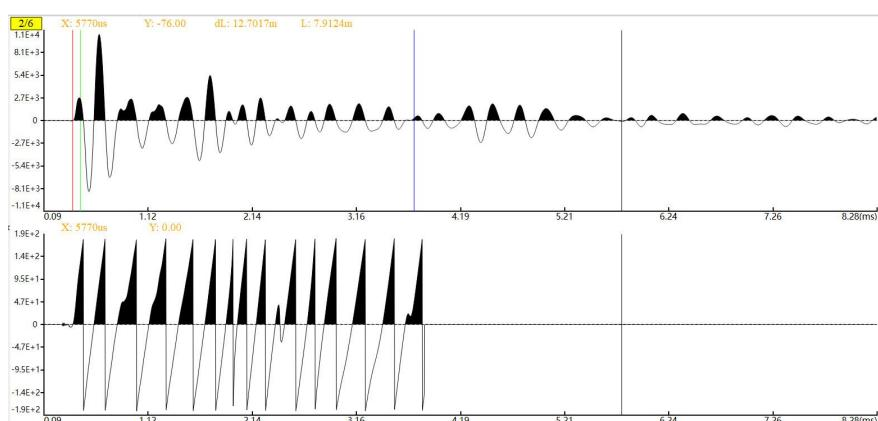

图 4-15 相位分析
- 相位分析：对需分析的波形进行相位分析，产生相位信息，并显示在分析视图的第二块区域，变化如图 4-15 所示，点击相位分析图标在原波形下方会显示波形的相位图，通过分析识别该图的畸变点或者突变点可判断分析出锚杆杆头、孔口、杆底和缺陷位置，如下方波形中第七第十波峰顶点间波形明显发生畸变，且两者相比其余相邻两波饱满程度差异大，故存在缺陷点。快捷键为 **(P)**。